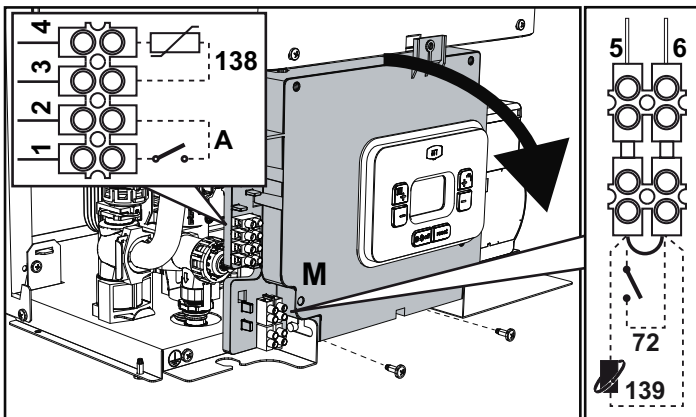
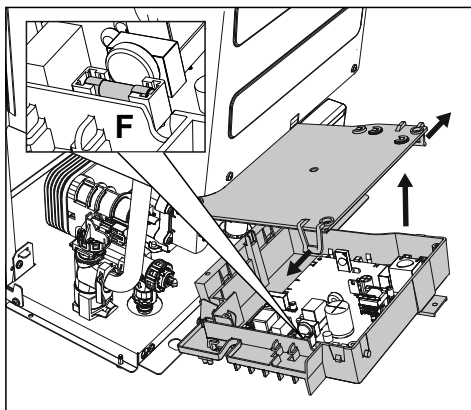

fig. 18
fig. 19
Tras quitar el panel frontal (*** 'Apertura del panel frontal' on page 76 ***), es posible acceder a las regletas de conexión (M) y al fusible (F) según las indicaciones siguientes (fig. 18 e fig. 19). **Los bornes indicados en la fig. 18 deben tener contactos secos (no 230V).** La posición de los bornes para las diferentes conexiones también se ilustra en el esquema eléctrico de la fig. 40.
Configuración del interruptor ON/OFF (A, fig. 19)